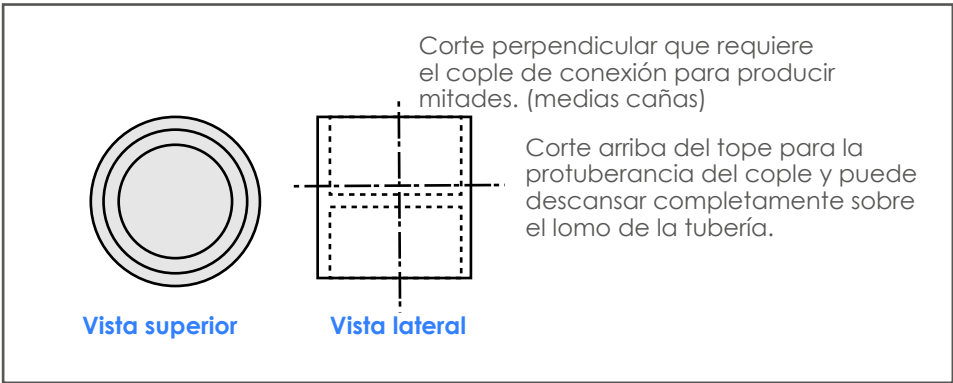

Ilustración 7. Modificaciones en la obra para producir un collar para soporte vertical
- No utilice abrazaderas para el montante o riser que aprieten el tubo y por ello se dependa de una compresión en la tubería para soportar el peso. (Ilustración 7)